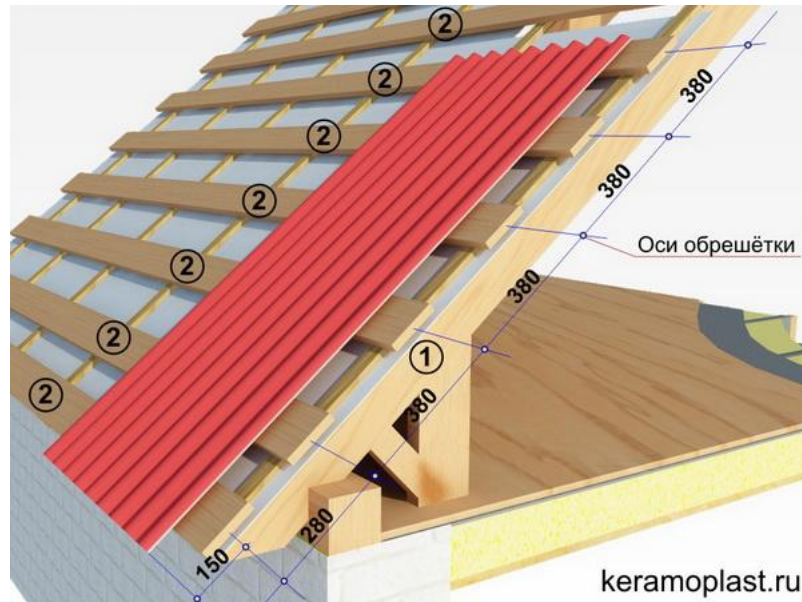

Рисунок 1
Монтаж листов волнистых **КЕРАМОПЛАСТ-2000** производится по обрешетке(2) выполненной из деревянной доски сечением 150х25 мм, предварительно смонтированной по стропильным балкам(1) сечением 150х50 мм с шагом 600 мм. Шаг обрешетки выдерживается постоянным - 380 мм независимо от угла наклона крыши (рис. 1).